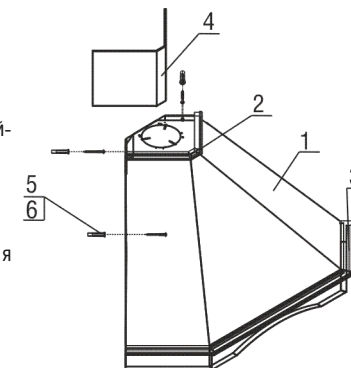

рис. 3
6.1 Прежде чем повесить кухонную вытяжку, необходимо верхнее деревянное обрамление (поз. 7, рис. 3) приклеить к корпусу вытяжки (поз. 5, рис. 3). Снимите защитную полосу с двухсторонней самоклеящейся ленты, которая наклеена на обрамлении, затем приклейте его к корпусу вытяжки.
- просверлите по шаблону четыре отверстия для установки дюбелей 8x40 мм и забейте их (рис.3, поз.10);